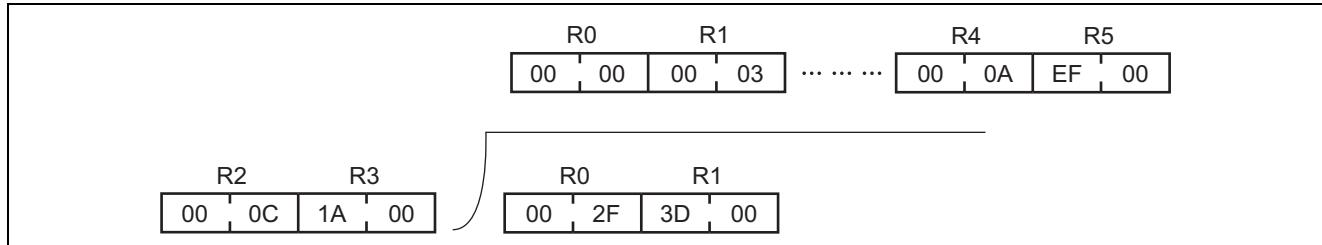

図 3 上位ビットを使用しない場合の除算例
1. 図 3 のように上位ビットを使用しない場合は、上位ビットに"0"を設定してください。"0"を設定していない場合、上位ビットに設定されている不定のデータを含めて除算されるため、正確な除算結果は得られません。